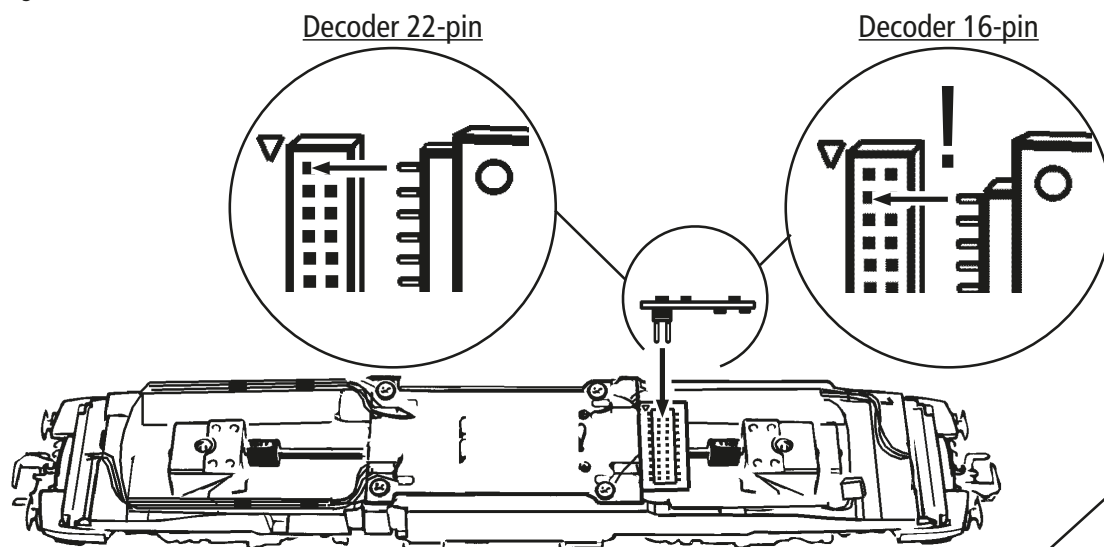

Fig. 8
1. Reinigung der Radstromkontakte: Radstromkontakte können auf unsauberen Schienen leicht verschmutzen. Entfernen Sie **vorsichtig** mit einem kleinen Pinsel **den Schmutz** an den in Fig. 4 gekennzeichneten Stellen. Dazu zuerst den Getriebedeckel abnehmen (Fig. 8).
3. Haftreifenwechsel: Zuerst den Getriebedeckel abnehmen (Fig. 8). Danach den **Radsatz** herausnehmen und die **Haftreifen** mit einer Nadel od. mit einem feinen Schraubendreher abziehen (Fig. 8). Beim Aufziehen der neuen Haftreifen darauf achten, dass diese sich nicht verdrehen.
1. Cleaning of wheel contacts: Wheel contacts easily get dirty on tracks which are not entirely clean. Use a small brush to **remove dirt** from spots marked in fig. 4. Prior to cleaning the contacts dismantle the bogie (Fig. 8).
3. Change of traction tyre: Remove the gear cover (Fig. 8). Take out **wheel set** and remove **traction tyre** using a pin or a fine screwdriver (Fig. 8). When pressing on the new traction tyre please **avoid twisting it**.
1. Nettoyage des lames de courant aux roues: Les lames de contacts risquent de s'encrasser rapidement sur des voies poussiéreuses. Veuillez **enlever la poussière** aux endroits marqués à la Fig. 4 à l'aide d'un petit pinceau souple. A ces fins démontez d'abord le bogie (Fig. 8).
Dé- montez d'abord le **couvercle du carter** des engrenages (Fig. 8). Délogez ensuite les essieux bandagés et enlevez, à l'aide d'une aiguille ou d'un tourne-vis fin, les bandages d'adhérence (Fig. 8). Lors du montage des nouveaux bandages veuillez veiller à ce que les bandages **ne soient pas tor-dués**.